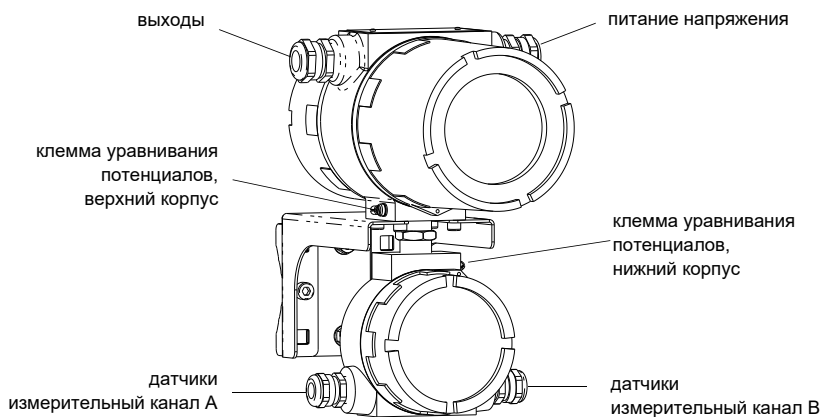

Рис. 6.2: Разъемы подключения преобразователя
- Снимите кабельный сальник для подключения датчиков (смотри Рис. 6.2).
Внешнее защитное заземление подсоединяется к клеммам уравнивания потенциалов на верхнем и нижнем корпусе преобразователя (смотри Рис. 6.2).
- Снимите кабельный сальник для подключения питания напряжения (смотри Рис. 6.2).
- Введите кабель питания в верхний корпус (смотри Рис. 6.2).
- Снимите кабельный сальник для подключения выходов (смотри Рис. 6.2).
- Введите выходной кабель в верхний корпус (смотри Рис. 6.2).